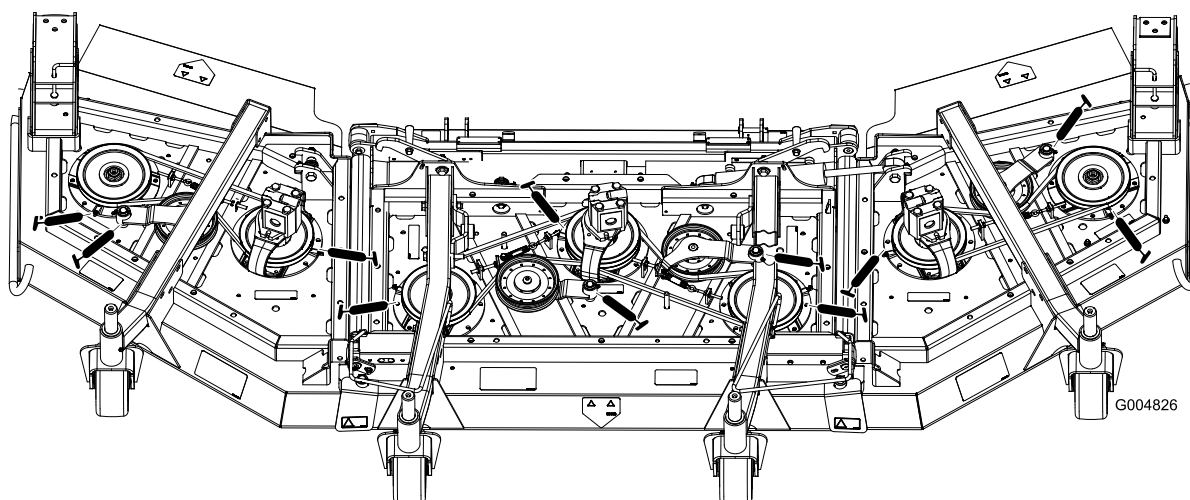

Figure 42
- 3 paliers d'axes de pivot (sous la poulie) (Figure 42)
- 2 bagues de pivot de bras de tension (Figure 42)